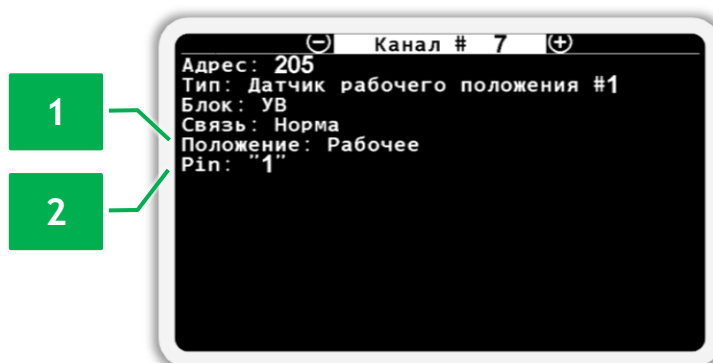

Рисунок 51 Экран просмотра состояния датчика рабочего положения
- Отображение текущего положения (см. Рисунок 51 п.1). Имеет два возможных значения:
- Текущее значение логического уровня на входе в устройство ввода (см. Рисунок 51 п.2).